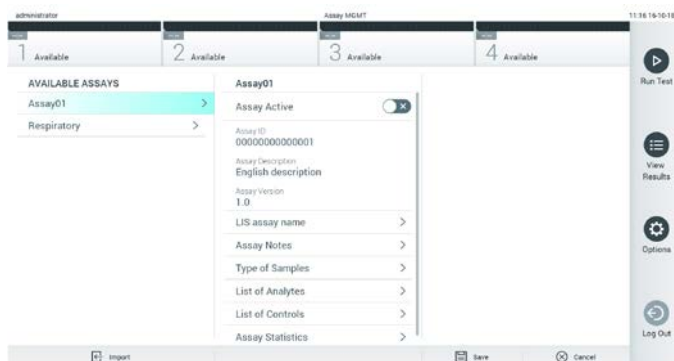

Рис. 59. Экран «Assay Management» (Управление тест-системами).
2. Чтобы импортировать на QIAstat-Dx Analyzer 1.0 новую тест-систему (новые тест-системы), нажмите кнопку **Options** (Опции), а затем — кнопку **Assay Management** (Управление тест-системами). В области содержимого на дисплее отобразится экран **Assay Management** (Управление тест-системами) (рис. 59).